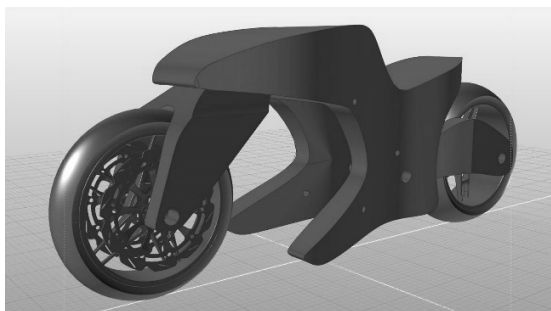

图 9-1 定义设计空间
1) 定义设计空间。在这个阶段，设计师根据需求设定工作区域，就像雕塑家工作初期使用的毛坯，如图 9-1 所示。